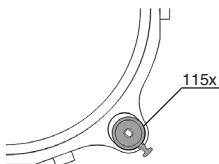

Рис. 3
- для сокетов 1156 / 1155 / 1151 / 1150 она должна будет находиться дальше от условного центра рамки (Рис. 3);